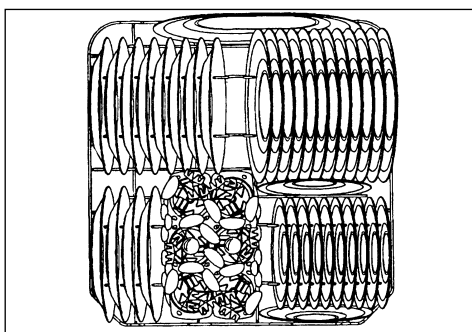

fig. 11
**Chargement du panier inférieur (voir fig. 11)**